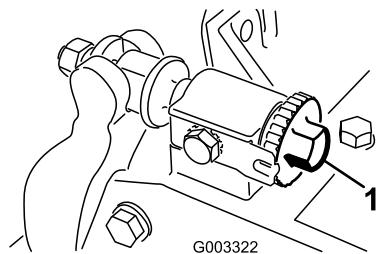

Figura 12
- Coloque a unidade de corte numa superfície de trabalho plana e nivelada. Rode os parafusos de ajuste da barra de apoio no sentido contrário ao dos ponteiros do relógio para assegurar que a barra de apoio não entra em contacto com o cilindro (Figura 12).
Importante: Certifique-se de que as porcas nos parafusos da extremidade traseira da barra de apoio não estão apoiadas na superfície de trabalho (Figura 12).